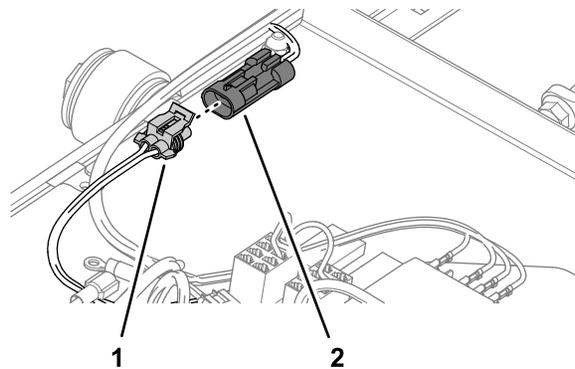

Figura 9
3. En la rama de 20 cm del arnés de cables del kit, conecte el conector hembra de 2 vías en el conector de 2 pines del arnés de cables del adaptador del panel de interruptores (Figura 9).